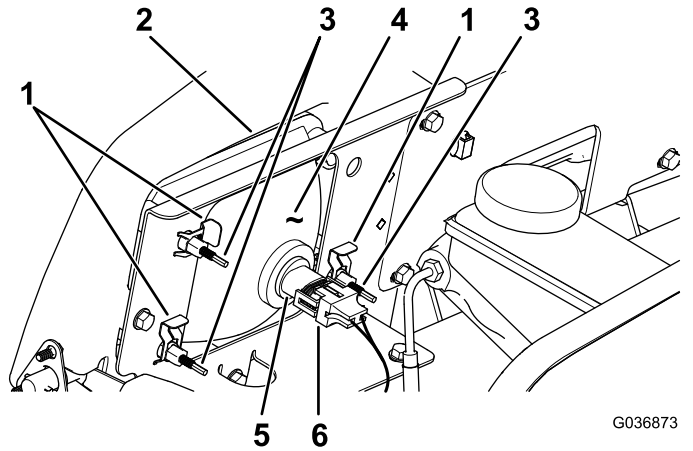

Figure 43
3. Débranchez le connecteur électrique de faisceau du connecteur du phare (Figure 43).
4. Déposez les clips rapides qui fixent le phare à son support (Figure 43).
5. Sortez le phare en le déplaçant vers l'avant à travers l'ouverture dans le pare-chocs avant (Figure 43).
6. Montez le phare neuf par l'ouverture dans le pare-chocs (Figure 43).
8. Branchez le connecteur électrique de faisceau sur le connecteur de l'ampoule (Figure 43).
2. Au dos du phare, tournez les vis de réglage (Figure 43) pour orienter le phare et aligner la position de son faisceau.